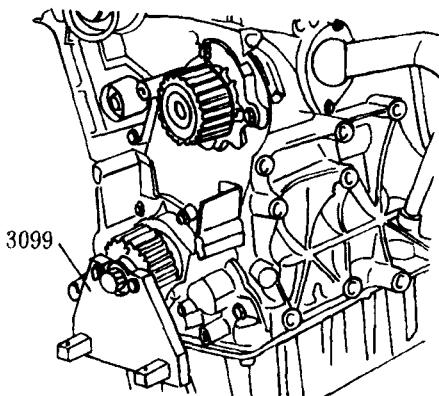

图 1-19
①拆下多楔皮带和张紧装置，拆下齿形皮带，拆下曲轴端齿形皮带轮须用专用托架 3099 固定齿形皮带轮（图 1-19）。